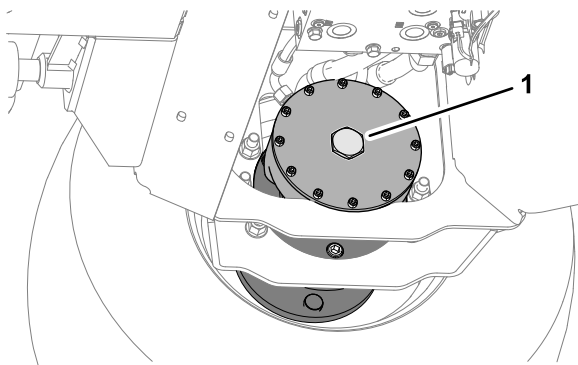

Figure 46
2. Remettez en place le bouchon hexagonal dans la plaque d'extrémité du moteur (Figure 46).